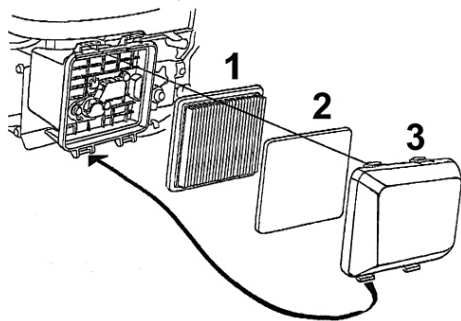

Рис.16 Конструкция воздушного фильтра
1. Нажмите на фиксаторы и снимите крышку воздушного фильтра (Рис. 16 п. 3).
2. Извлеките из крышки воздушного фильтра предварительный фильтрующий элемент (Рис. 16 п. 2).
3. Извлеките основной фильтрующий элемент (Рис. 16 п. 1).
Основной (бумажный) в фильтрующий элемент (Рис. 16 п. 1) не подлежит очистке, необходима его замена. Эксплуатация двигателя с грязными или поврежденными фильтрующими элементами или без фильтрующих элементов приведет к попаданию грязи и пыли в карбюратор и двигатель, что в свою очередь, станет причиной его быстрого износа. Двигатель в этом случае не подлежит ремонту по гарантии.